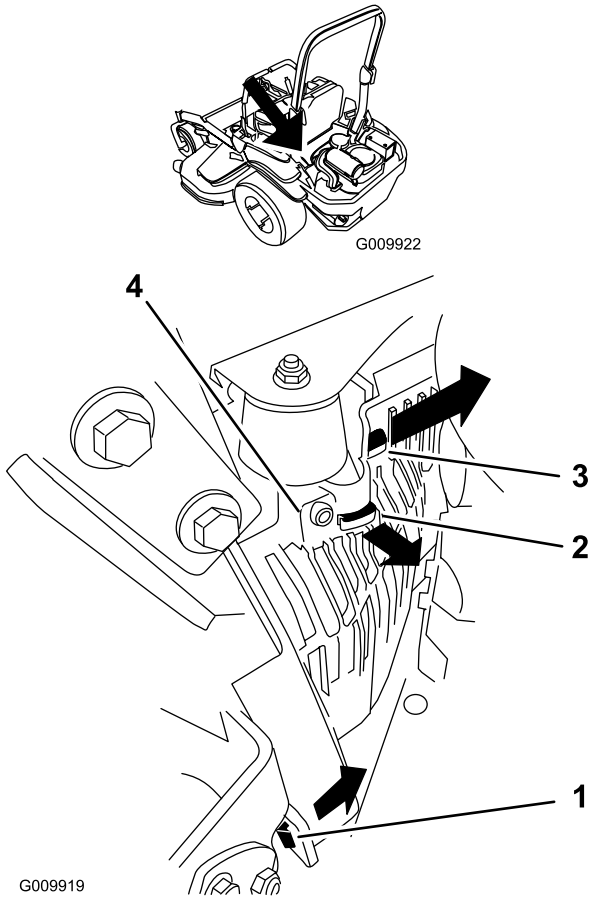

Figura 53
3. Retire la cubierta de la unidad hidráulica de la izquierda en el orden indicado en Figura 53. Así tendrá acceso a la bujía delantera.
5. Instale la cubierta de la unidad hidráulica izquierda (Figura 53).